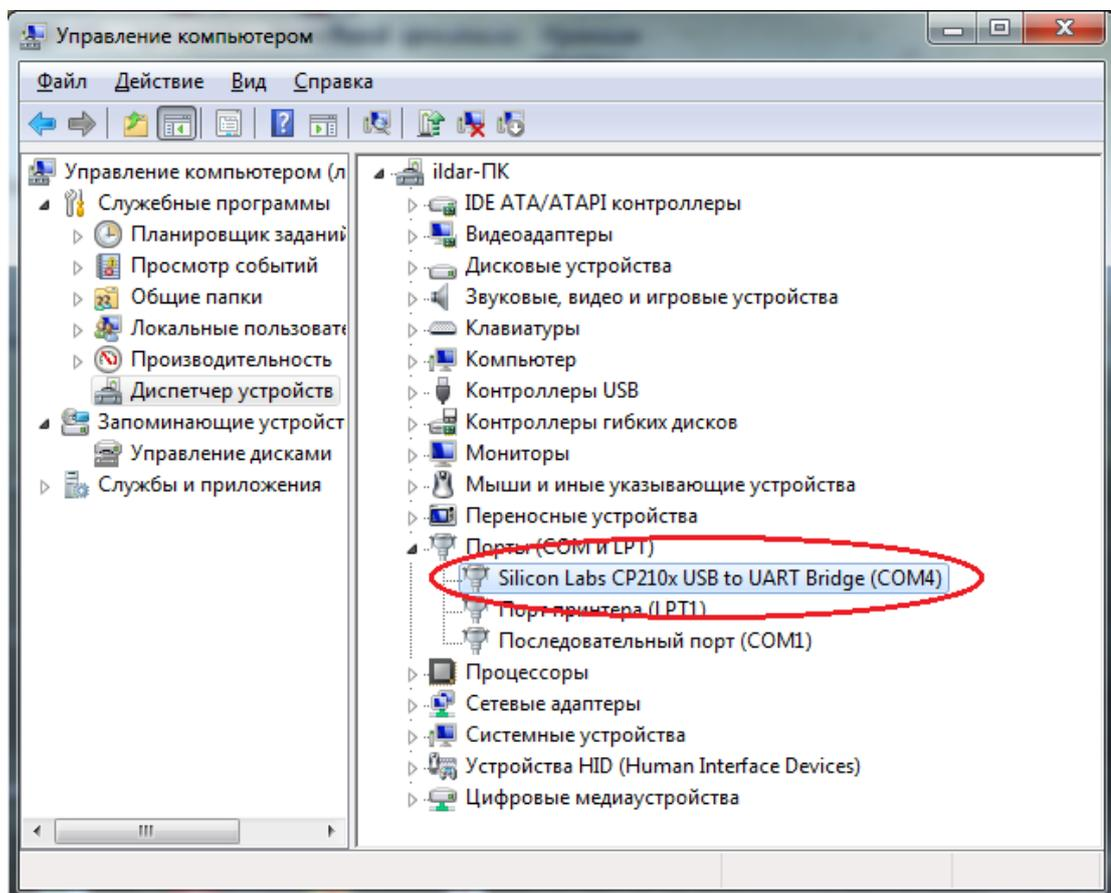

Рис.2 Устройство Silicon Labs CP210x USB to Bridge Controller в диспетчере задач
2. Подключить осциллограф NeilScope v3.0 к USB порту компьютера. В диспетчере задач должно появиться устройство «Silicon Labs CP210x USB to UART Bridge Controller» с указанием в конце названия номера коммуникационного порта (Рис.2). На Рис.2 микросхеме CP2102 присвоен порт COM4. Запомнить номер коммуникационного порта, который операционная система присвоила для микросхемы CP2102, этот коммуникационный порт будем использовать при прошивке STM32F103.